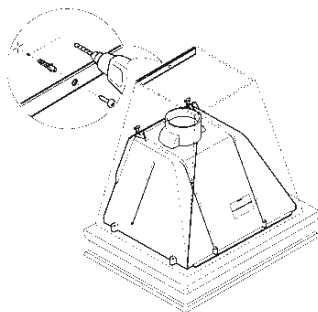

Fig. 4
- Annak érdekében, hogy a készülék le ne akadjon a falról az alulról jövő súlynyomás miatt, rögzítse a falhoz a dűbelek és a megfelelő csavarok segítségével, a megfelelő lyukakba helyezve azokat. ( 4. Rajz – Fig.4 )